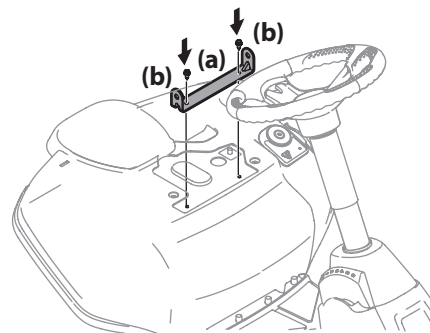

Figura 2-19
3. Alinee el soporte del asiento (a) en su lugar sobre los orificios de los pernos autorroscantes (b) que extrajo, como se indica en la Figura 2-19.
4. Con una llave de trinquete de $\frac{1}{4}$ in y una llave de cubo de $\frac{3}{8}$ in, sujete el soporte del asiento con los pernos autorroscantes que extrajo en el Paso 2. Consulte la Figura 2-19.